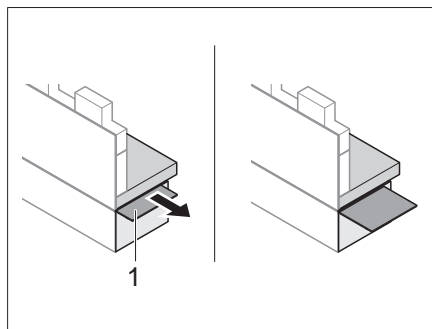

Bild 142 Sitzbankverlängerung ausfahren
- Sitzbankverlängerung (Bild 142,1) ausfahren.
- Sitzbankverlängerungen (Bild 142) ausfahren.